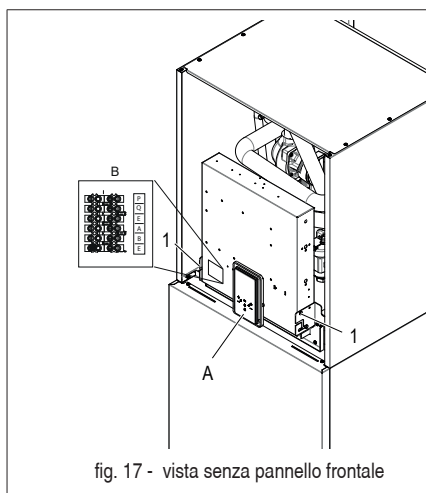
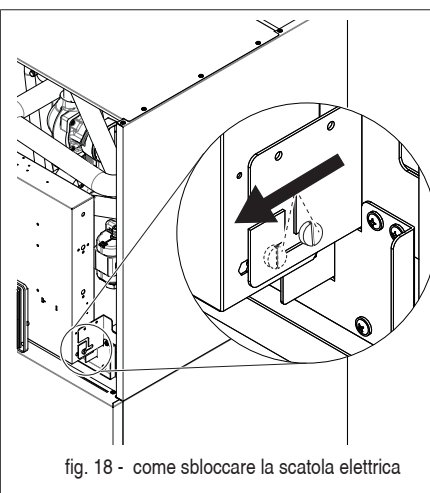
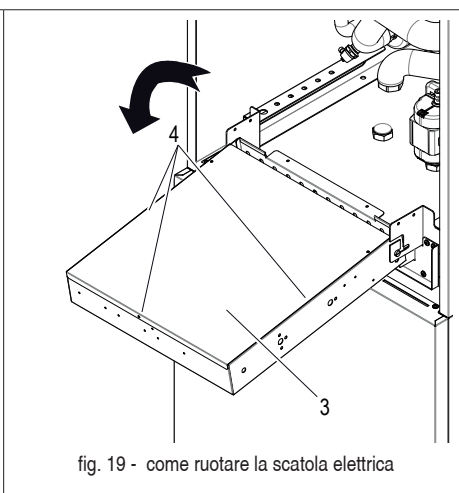

fig. 17 - vista senza pannello frontale
fig. 18 - come sbloccare la scatola elettrica
fig. 19 - come ruotare la scatola elettrica
Per accedere ai morsetti dell'unità interna svitare le due viti (part. 1 - fig. 17) sotto la scatola elettrica, quindi afferrare la scatola elettrica e sbloccarla (fig. 18), quindi ruotare in avanti (fig. 19). Rimuovere la lamiera posteriore (part. 3 - fig. 19) fissata con 3 viti (part. 4 - fig. 19).
- A Pannello display e tastiera (fig. 17)
La morsettiera (part. B fig. 17) si trova sul lato sinistro della scatola elettrica caldaia. La morsettiera è di tipo mammut maschio-femmina. Sul lato della morsettiera è presente un'etichetta identificativa degli 6 morsetti disponibili.